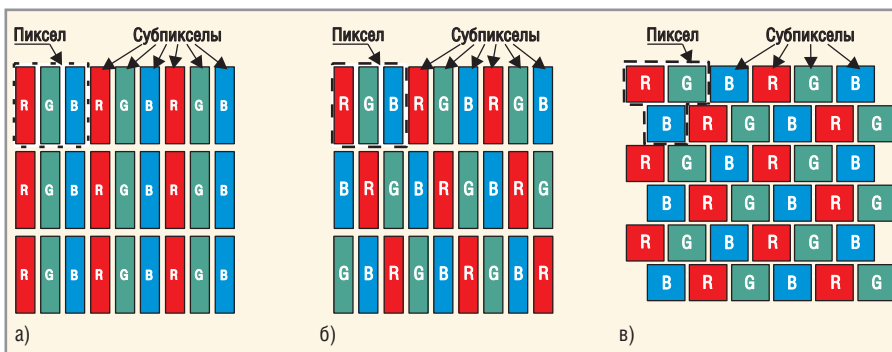

Рис. 1. Структуры матриц TFT LCD-панелей
LCD-панель (Liquid Crystal Display) представляет собой матрицу, которая содержит определённое количество элементов изображения – пикселей. Каждый пиксел цветной панели состоит из трёх субпикселей: красного (R), зелёного (G) и синего (B). Структуры матриц различных цветных LCD-панелей показаны на рис. 1.